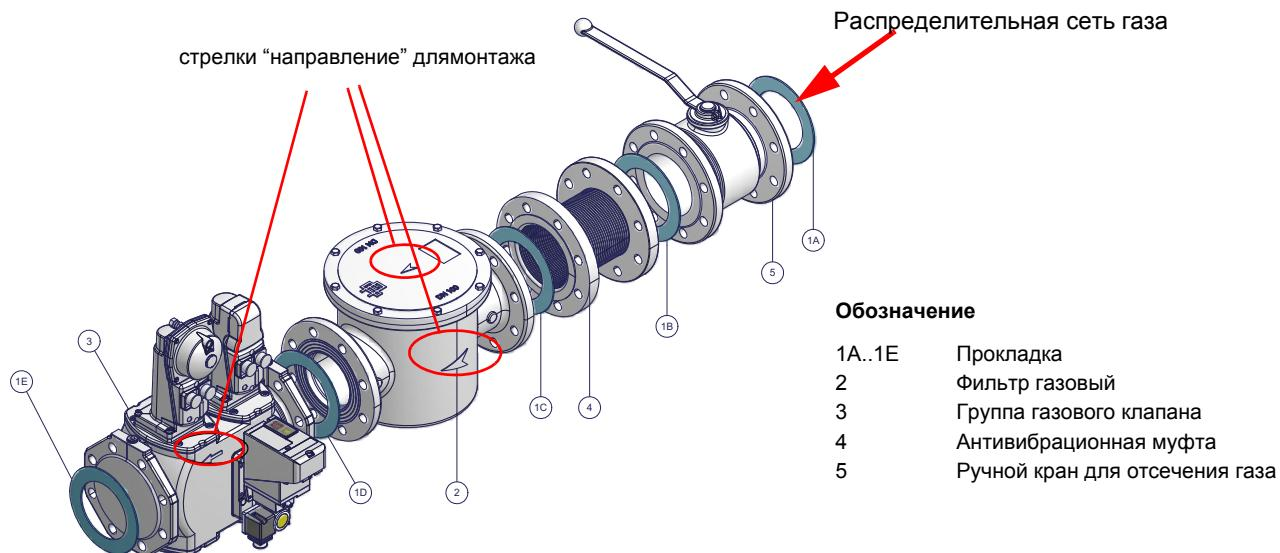

Рис. 4 - Пример газовой рампы
- 1 - б) при фланцевых соединениях: между соседними компонентами устанавливать прокладку (1A..1E - Рис. 4), совместимую с используемым газом,
**ВНИМАНИЕ:** после монтажа газовой рампы согласно схеме на Рис. 4, необходимо провести тестирование на герметичность газового контура, согласно требований действующих нормативов.